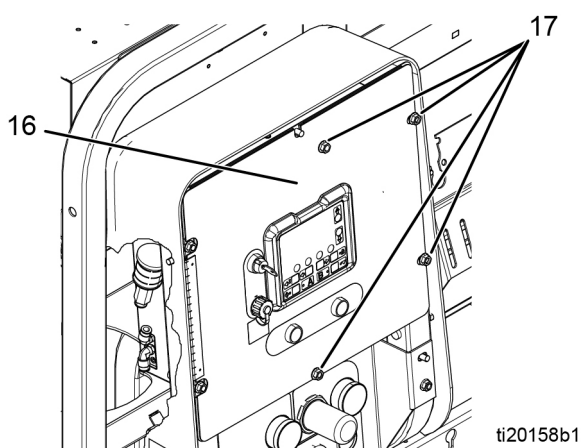

FIG. 3
2. Retire as quatro porcas (21) e, em seguida, retire as proteções dianteira e traseira (19, 20).
3. Retire as quatro porcas (17); Deixe apertadas as duas porcas do lado esquerdo do painel. Abra o painel frontal da caixa de controlo (16). Consulte a FIG. 3.